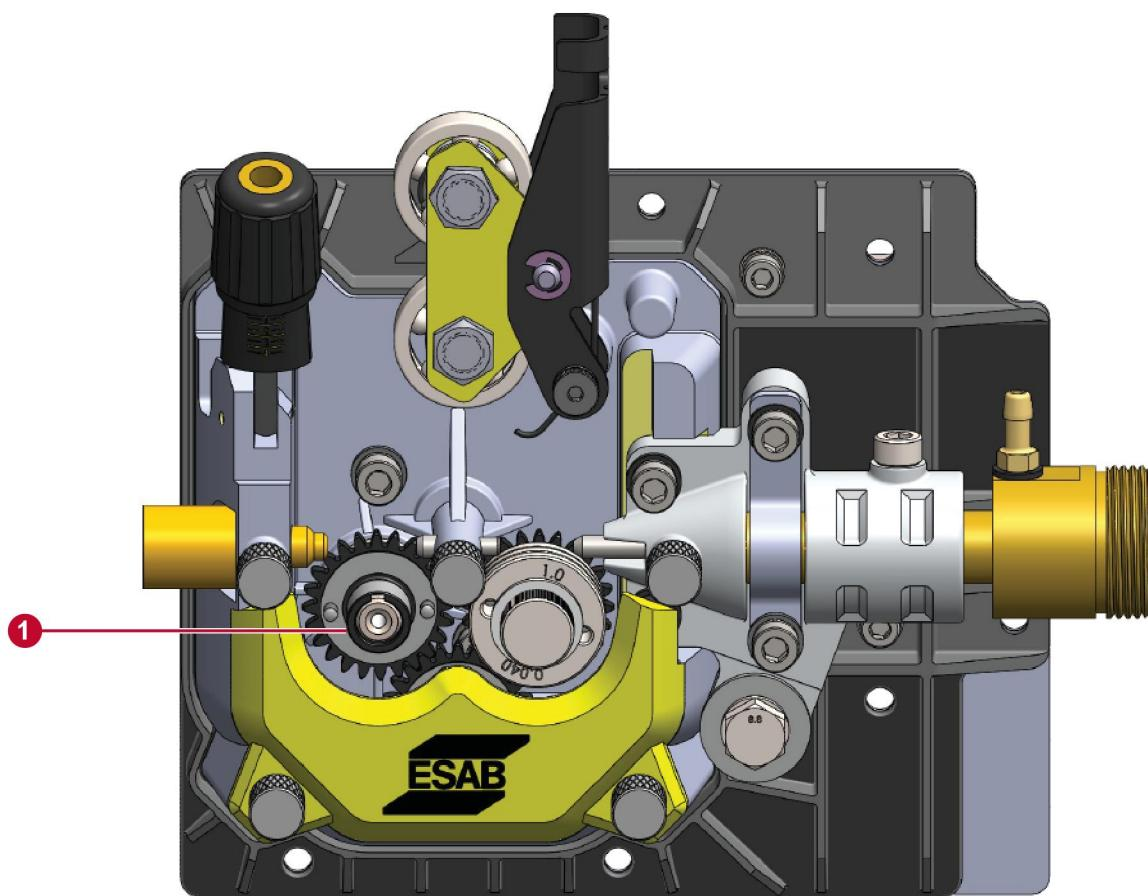

Рис. 5. Ведущая шестерня с полукруглой шпонкой на валу двигателя
- Освободите натяжной рычаг, вытащив его из фиксатора и повернув его к себе (см. рис. 5). Поскольку для освобождения этого рычага необходимо ослабить давление подачи, то натяжение на роликах необходимо отрегулировать на более позднем этапе. Натяжной рычаг (2) подпружинен. Он будет подниматься, когда регулятор натяжения на предыдущем шаге поворачивается в сторону.
4. Освободите натяжной рычаг, ослабив регулятор натяжения (см. (1) на рис. 5), вытащив его из фиксатора и повернув его к себе. Натяжной рычаг (см. (2) на рис. 5) подпружинен. Он будет подниматься, когда регулятор натяжения на предыдущем шаге поворачивается в сторону.